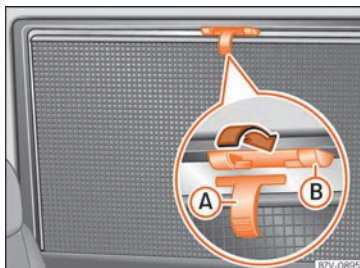

Fig. 147 En la ventanilla trasera derecha: cortinilla.
- Tire de la cortinilla por el asa saliente » fig. 147 A completamente hacia arriba.
- Para recoger la cortinilla, desenganche de arriba y bájela a mano » ❶.